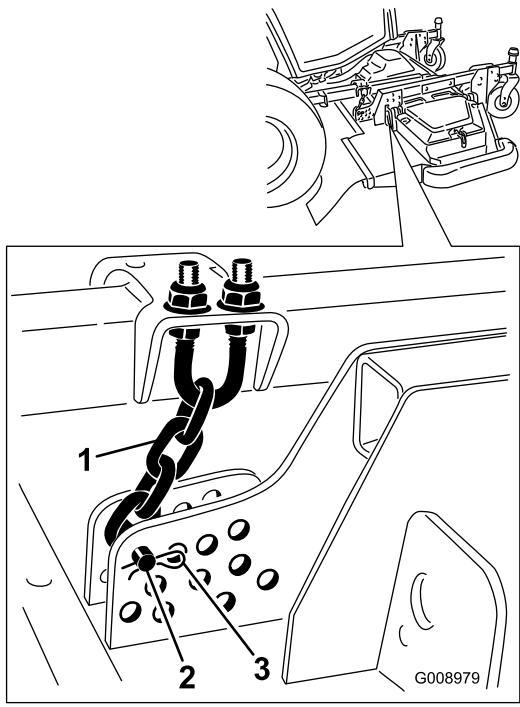

Figura 92
3. Retire el pasador de horquilla y el pasador que fijan las cadenas de ajuste de la altura de corte a la parte trasera de la unidad de corte (Figura 92).